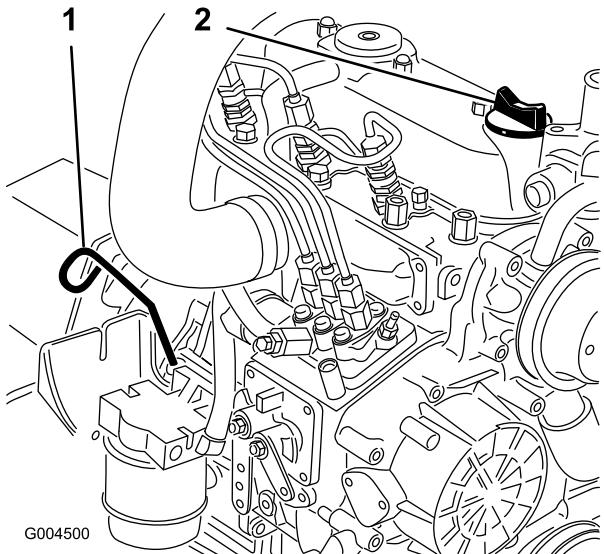

Figura 46
2. Retire la varilla (Figura 46), límpielala, y vuelva a colocarla. Retire la varilla y compruebe el nivel de aceite.
3. Si el nivel de aceite está por debajo de la marca Lleno, retire el tapón de llenado (Figura 46) y añada aceite hasta que el nivel llegue a la marca Lleno de la varilla.